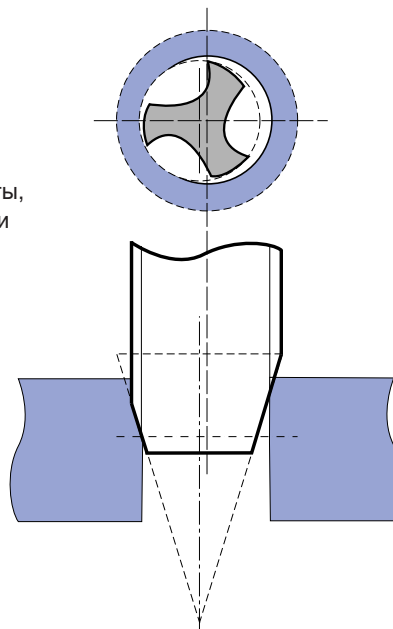

рис. 6
- Заборная часть метчика должна располагаться точно по оси во избежание нарушения соосности (см. Рисунок 6).